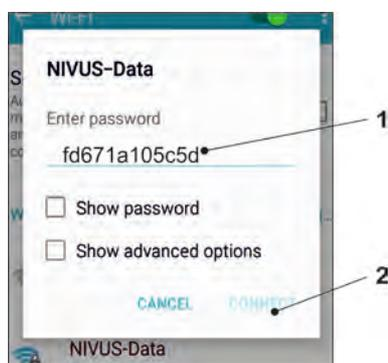

Fig. 31-5 Saisir mot de passe (ici par ex : fd671a105c5d) puis connecter
5. Saisir le mot de passe (Fig. 31-5 point 1) pour vous connecter au réseau (état de livraison = PUK) puis connecter (Fig. 31-5 point 2).